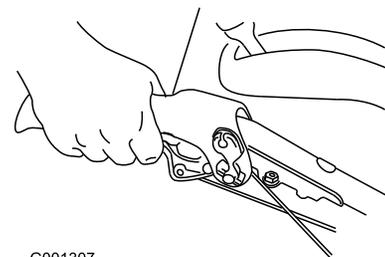

Figure 13
- Pour avancer, engagez la transmission aux roues et serrez le levier de commande de déplacement gauche contre la poignée (Figure 13).